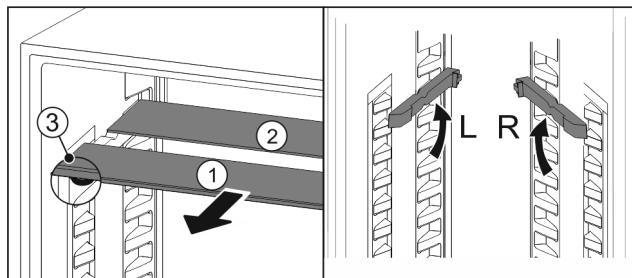

Fig. 20
- Издърпайте Fig. 20 (1) поотделно стъклените площи напред.
- ▶ Стъклената плоча Fig. 20 (1) с декоративната лайстна е отпред.
- ▶ Ограничителите Fig. 20 (3) сочат надолу.